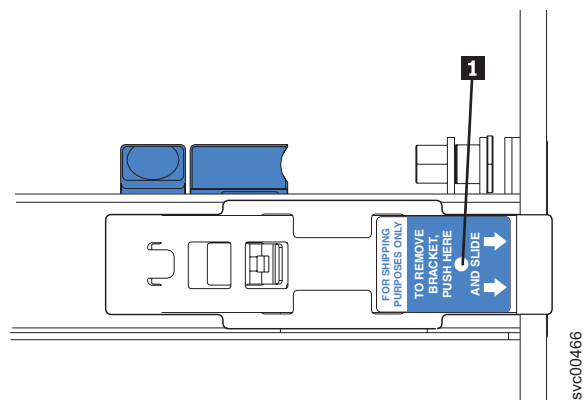

図 26. 配送用ブラケットのリリース・タブ
3. オプションとして、配送用ブラケットに示されているリリース・タブ **1** (31 ページの図 26 に示される) を押して、配送用ブラケットをスライド・レールから取り外します。もう一方の配送用ブラケットについてもこのステップを繰り返します。配送用ブラケットは、将来の利用のために保管しておきます。